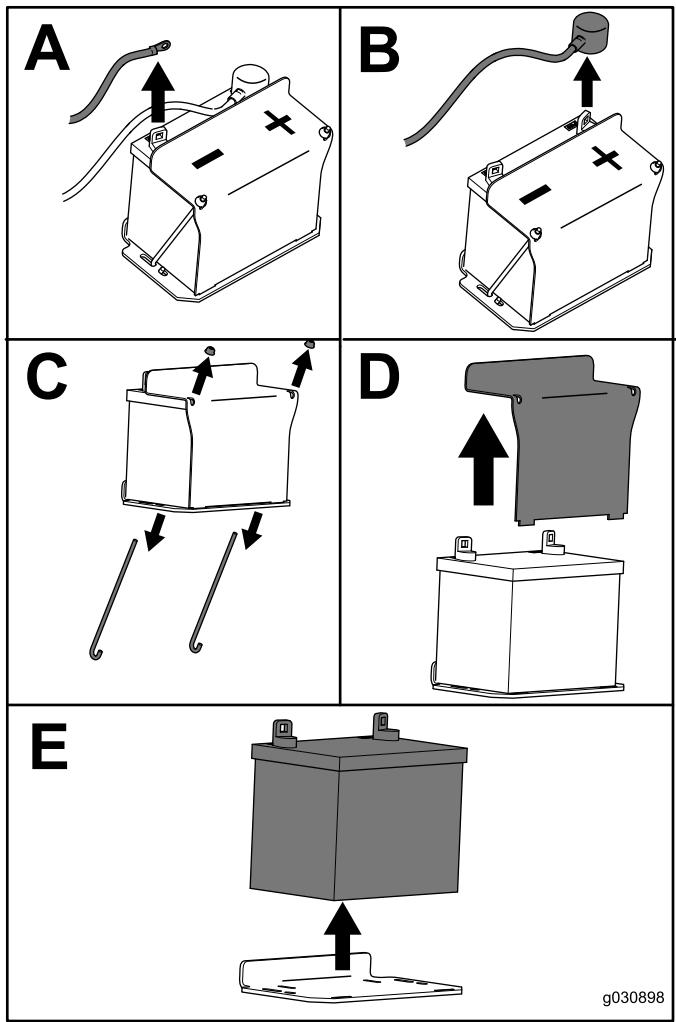

Figure 60
3. Retirez la batterie, comme montré à la Figure 60.